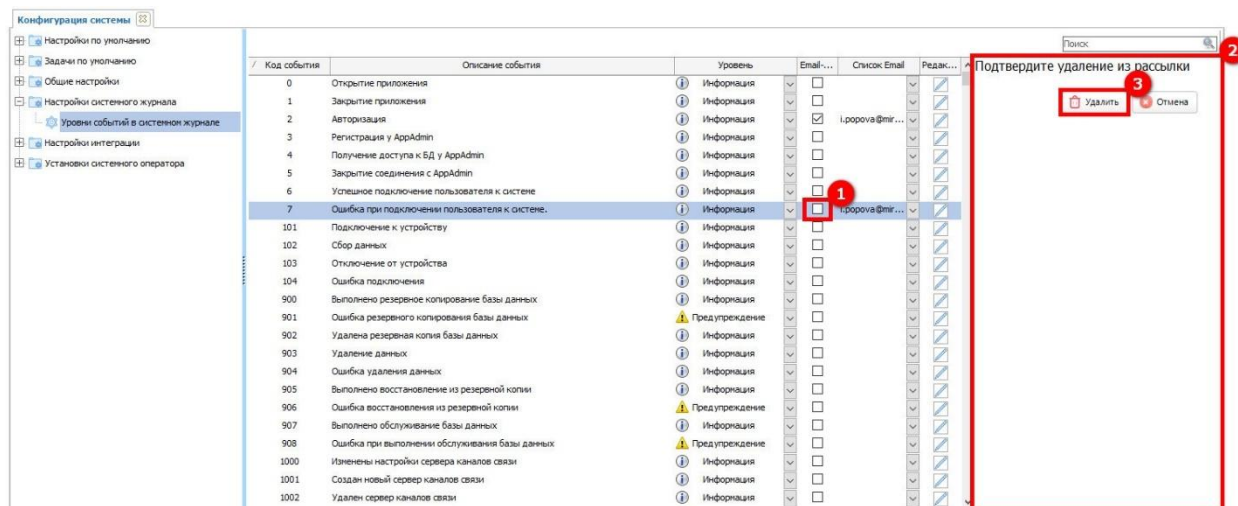

Рисунок 232– Удаление адреса электронной почты из списка рассылки по конкретному событию
При необходимости удаления адреса почты из конкретного события необходимо напротив нужного события в столбце **Email-рассылка** снять отметку (1) (см. рисунок 232). Далее в открывшемся окне (2) подтвердить удаление, нажимая кнопку **Удалить** (3).